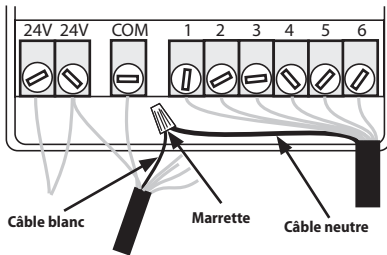

Figure 9
3. Branchez le(s) fil(s) que vous aviez débranchés de la borne « COM » au fil blanc du SMRT-Y en utilisant un une marrette (Consulter la figure 9).